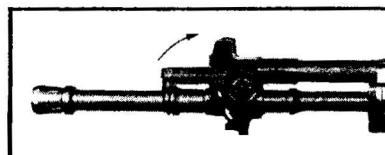

Fig. 15
- controllare che la leva valvola lanciagranate sia in posizione orizzontale (vedasi fig. 15),
Per prarare il fucile per il lancio della granata, alzare il braccio della valvola lanciagranate dalla posizione orizzontale a quella verticale (vedere fig. 15 e 16).
- check that spindle valve lever is in horizontal position, (see figure 15),
To prepare the rifle for the launching of the grenade raise spindle valve lever from the horizontal position to the vertical position (see figures 15 and 16).